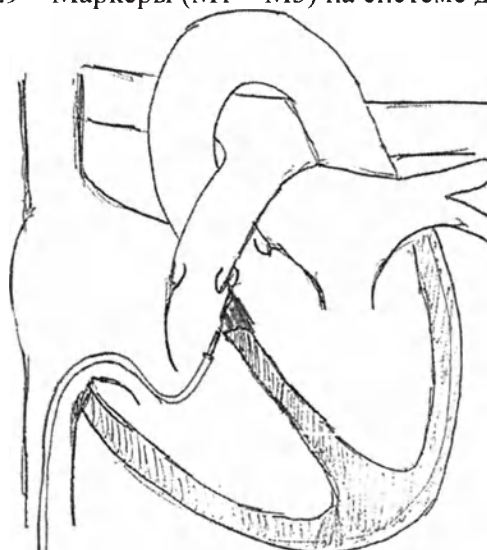

Рис. 5.3.10 – Конечное расположение катушки.
- (Рис. 5.3.10) Затем осторожно потяните систему, включая катетер, обратно через аортальный клапан к выносящему тракту левого желудочка. Продолжайте тянуть таким образом, чтобы катушка поступила в место дефекта, где она автоматически подгонится под контуры дефекта. Проводниковый катетер и имплантационный катетер остаются в том же положении относительно друг друга. Поскольку система проходит через аортальный клапан, важно удостовериться, что катушка сохраняет свою конфигурацию, чтобы предотвратить любой эффект «гармошки». Если катушка действительно теряет свою оптимальную конфигурацию, поскольку она проходит через аортальный клапан, рекомендуется втянуть катушку обратно в имплантационный катетер около межжелудочковой перегородки. Затем попытаться